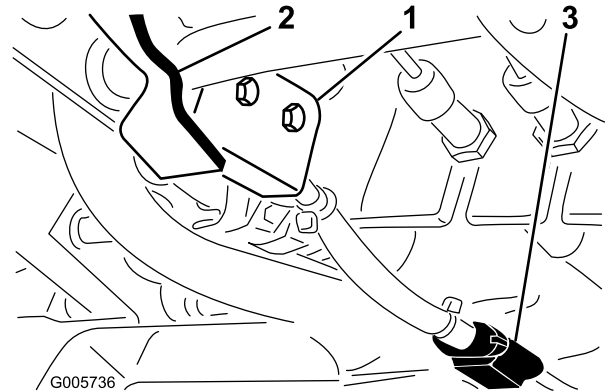

Figure 74
1. Un espace d'environ 1,6 mm doit exister entre la palette de pivot de l'axe du frein de stationnement et la base du contacteur de sécurité (Figure 74) (la palette ne doit pas toucher le contacteur).